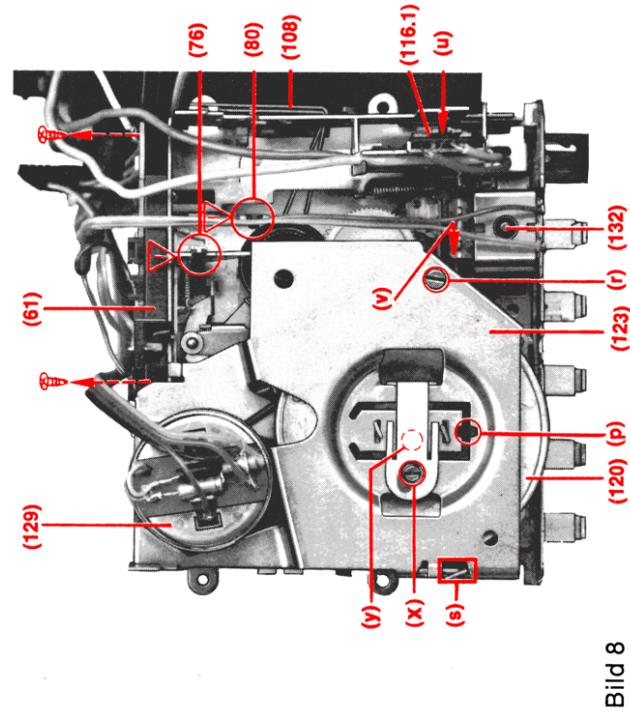

Bild 8
3.16 Einstellen der Schwungscheibe (120) [Bild 8]
- Nachstellen durch Biegen an der Biegestelle (p) der Lagerplatte (123) mittels Schraubenzieher Größe 6, jeweils unter Beobachtung des Bandlaufes, von oben auf das Gerät gesehen.
- Nach dieser Einstellung ist das Axialspiel der Schwungscheibe (Tonwelle) (120) zu kontrollieren.
3.17 Abschaltmagnet (132) ausbauen [Bild 8]
3.25 VAT-Regler (116.1) wechseln [Bild 8]